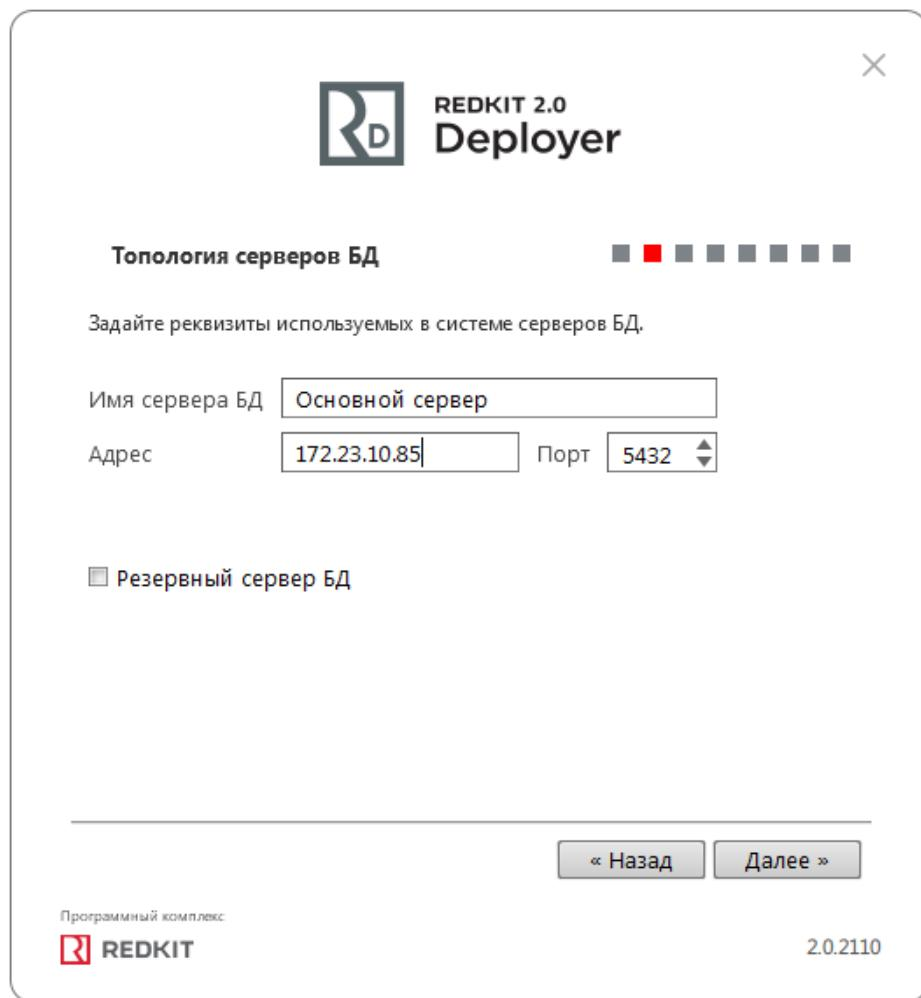

Рисунок 69 - Топология серверов БД
7. Укажите реквизиты серверов БД: имя сервера БД (длина имени БД ограничена 16 символами), IP-адрес основного сервера. Порт должен соответствовать порту, на котором запускается postgres. Нажмите "Далее" (Рисунок 69).